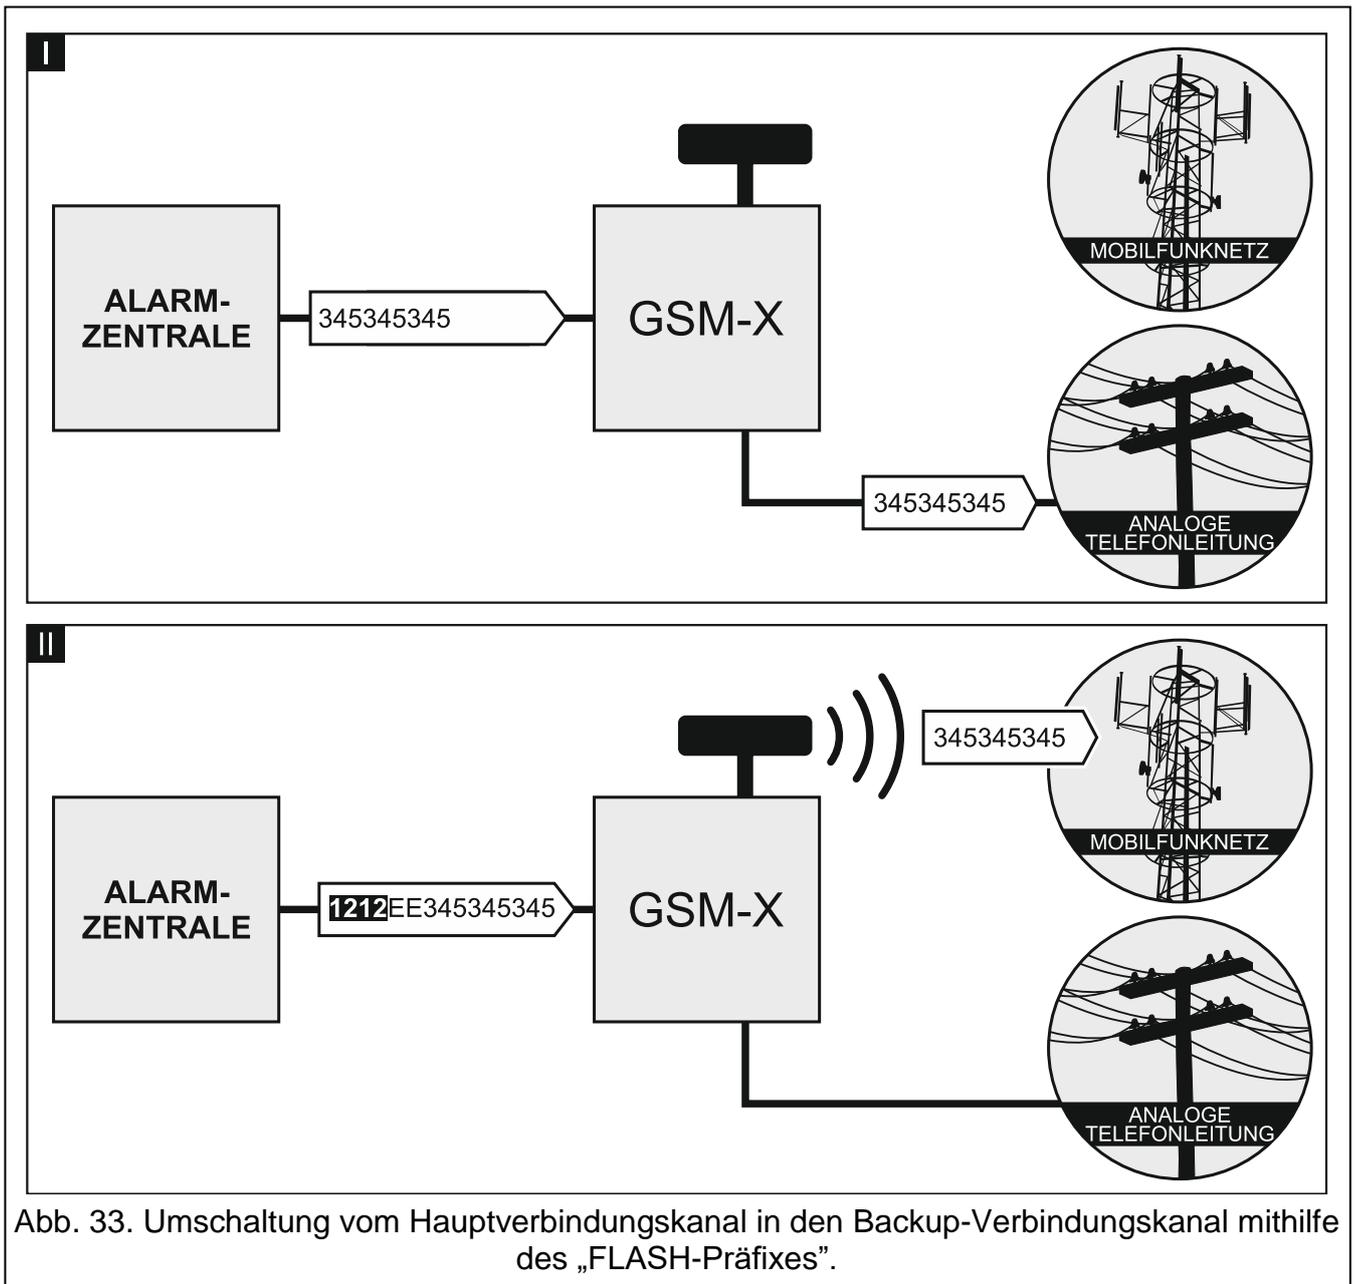

Abb. 33. Umschaltung vom Hauptverbindungskanal in den Backup-Verbindungskanal mithilfe des „FLASH-Präfixes“.
**FLASH-Präfix** – Reihenfolge von bis zu 16 Ziffern, die zur Umschaltung vom Hauptverbindungskanal in den Backup-Verbindungskanal dienen. Die Bestimmung des Hauptverbindungskanals ist mit der Option „GSM als primäre Telefonleit.“ möglich. In dem Beispiel in Abbildung 33 wird die analoge Telefonleitung als Hauptverbindungskanal verwendet. Wenn der Rufnummer, an die die Zentrale anruft, ein Präfix vorangestellt ist (eine Ziffernfolge auf schwarzem Hintergrund – Abb. 33-II), wird der Backup-Verbindungskanal, also das Zellulartelefon, verwendet. In der Alarmzentrale programmieren Sie nach dem Präfix und vor den Telefonnummern zwei Pausen, indem Sie 2 Zeichen E oder F eingeben.